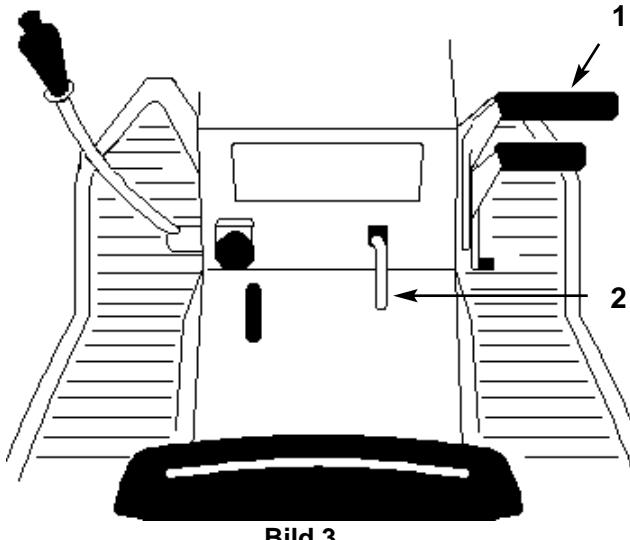

Bild 3
1. Das Kupplungs-/Bremspedal (Bild 3) durchdrücken und nach unten halten.
2. Den Feststellbremsschubel anheben (Bild 3) und den Fuß langsam vom Kupplungs-/Bremspedal nehmen. Das Kupplungs-/Bremspedal sollte in der durchgedrückten Position (gesperrt) bleiben.
1. Das Kupplungs-/Bremspedal durchdrücken (Bild 3). Der Feststellbremsschubel sollte sich jetzt lösen.
3. Den ZWA (Zapfwellenantrieb) auf "OFF" [AUS] drücken (Bild 3).